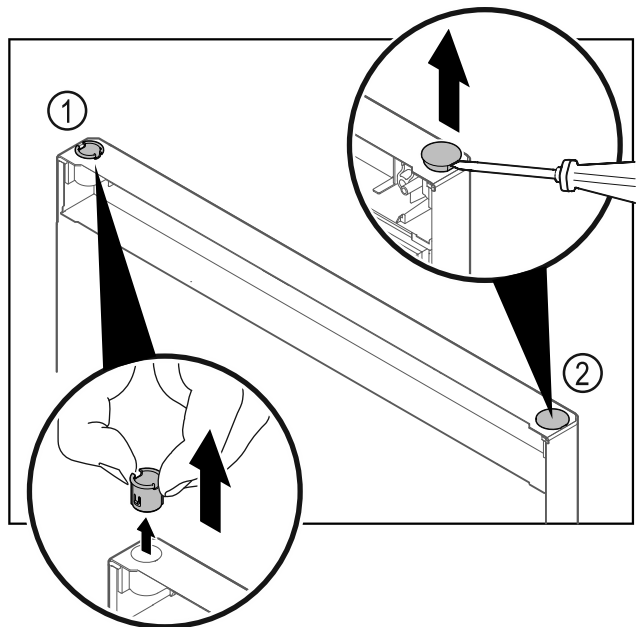

Fig. 17 Hűtőrészt ajtaja
- Húzza ki az ujjával a csuklópánt-perselyt Fig. 17 (1).
- A fedődugót Fig. 17 (2) egy csavarhúzóval óvatosan emelje meg és húzza ki.